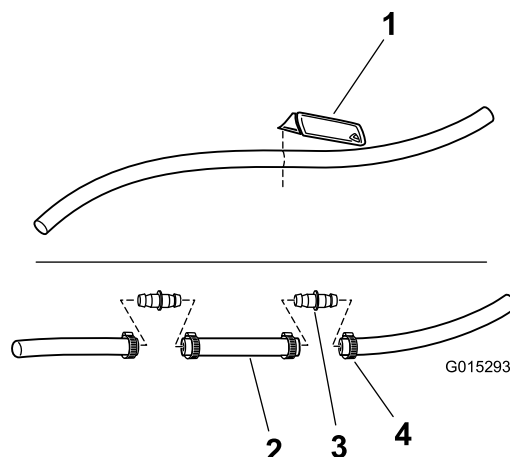

図 10
- B. boom送液ホースを、フィッティングの端部から 61 cm 切り取る（図 10）。
C. ホーススプライスを取り付ける；ストレートフィッティング2個とホースクランプ4本を使用（図 10）。